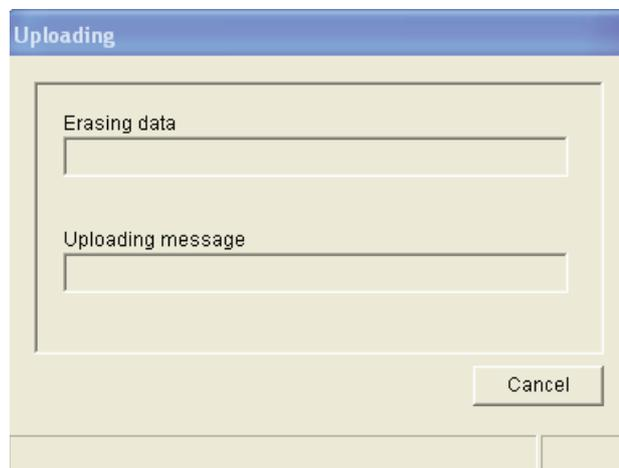

Abbildung 8.17: Hochladen von Daten auf den Plena Weekly Timer
- 2 Klicken Sie auf Upload configuration. Daraufhin erscheint das folgende Fenster (siehe Abbildung 8.17), aus dem der Verlauf des Hochladevorgangs ersichtlich ist. Nach erfolgtem Hochladen wird dieses Fenster geschlossen.